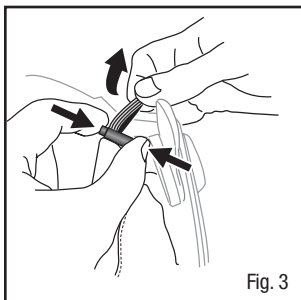

Fig. 3
- a. Jale hacia abajo el entrelazado colocado en la parte exterior del sello facial para asegurarse que el sello facial quede asentado debajo de la barbilla. Asegúrese que el protector interior esté totalmente hacia abajo y cubriendo su cara. La careta debe quedar asentada al nivel de su cabeza con el sello facial abrazando cómodamente su cara. Si el sello facial se siente flojo o si tiene algún espacio, use las bandas y los clips de barril en la región de la sien (Fig. 3) para apretar el sello facial y eliminar cualquier espacio en el sello; tal vez sea más fácil retirar la careta para lograrlo. El material suave, parecido al algodón, en la orilla del sello facial debe entrar en contacto con la piel alrededor de todo el perímetro del sello facial.